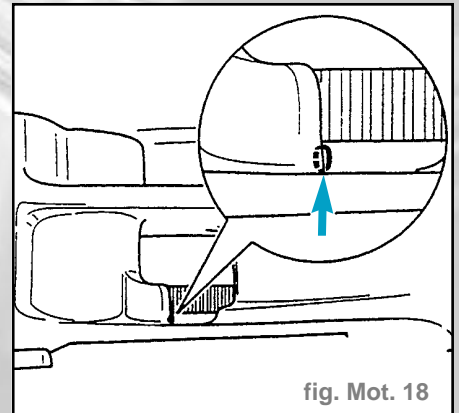

fig. Mot. 18
- Amener le vilebrequin au PMH du cylindre 1 (véhicule avec boîte automatique) (fig. Mot. 18).